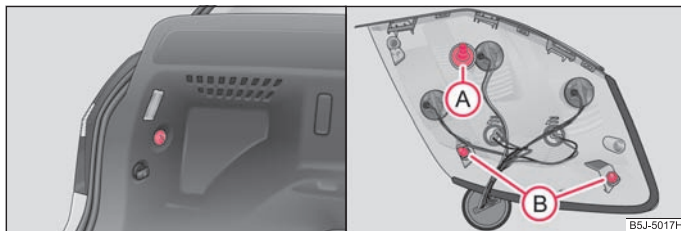

Fig. 175 Demontarea unității de iluminare din spate / Montarea unității de iluminare din spate
- Cu o mână țineți lampa, și cu cealaltă mână deșurubați piulița din plastic ⇒ fig. 175 - stânga.
- Pentru remontare, așezați unitatea de iluminare din spate cu șurubul (A) în orificiul din caroserie ⇒ pagina 202, fig. 175.
- Apăsați unitatea de iluminare din spate cu atenție în caroserie, astfel încât bolțurile (B) să se fixeze în locașurile din caroserie.
- Cu o mână țineți lampa, și cu cealaltă mână înșurubați piulița și strângeți bine ⇒ pagina 202, fig. 175.